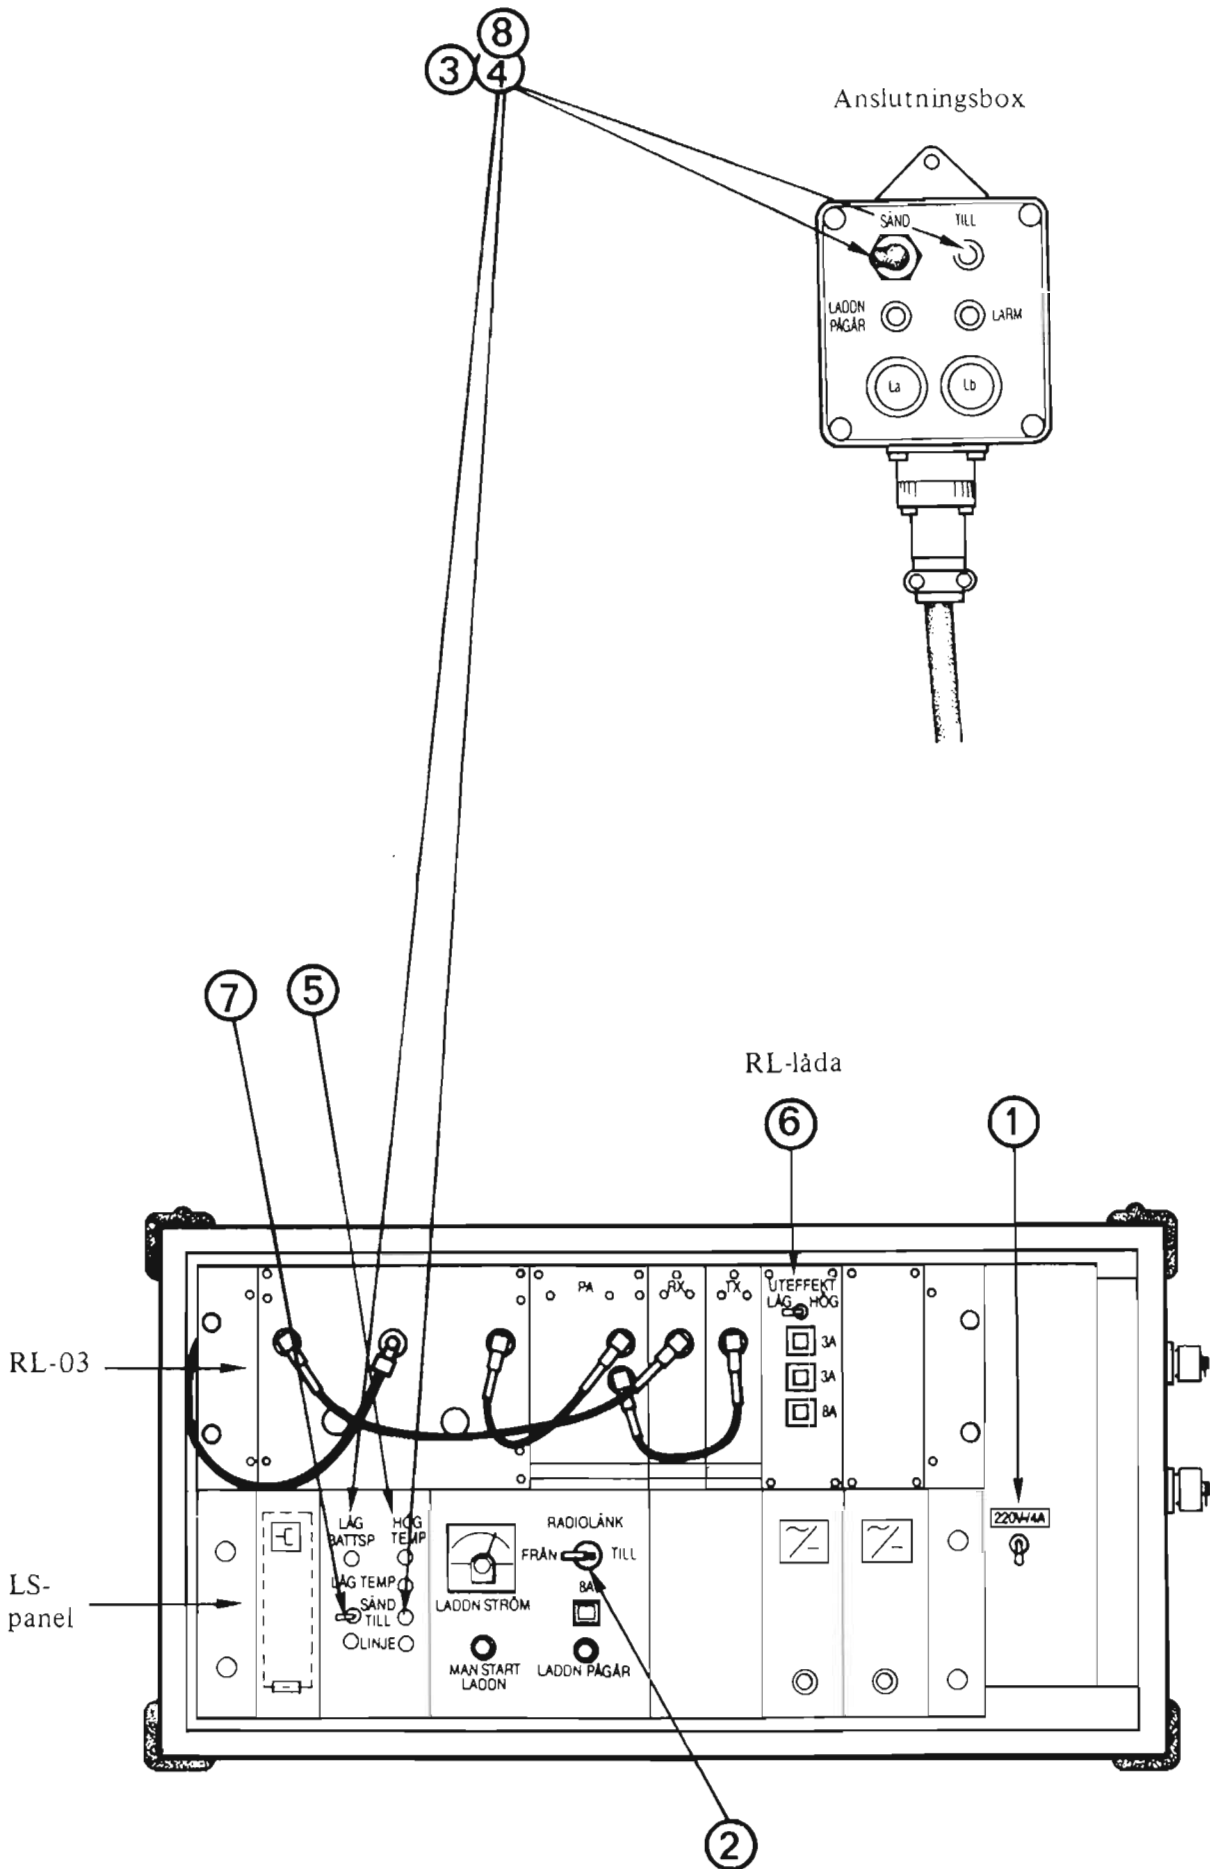

Bild 2. Tillslag av teleutrustning
5. Anslut kablar enligt bild 1 (se även bild 2 och 3). Dra ännu inte ut kabelvindan till LS-tornet.
Se bild 2.